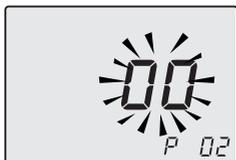

Figura 9.19
- Premere il tasto 17 per passare al parametro **P02** e visualizzare il relativo valore impostato: **00** = controllo combustione con pressostato fumi (Figura 9.19).